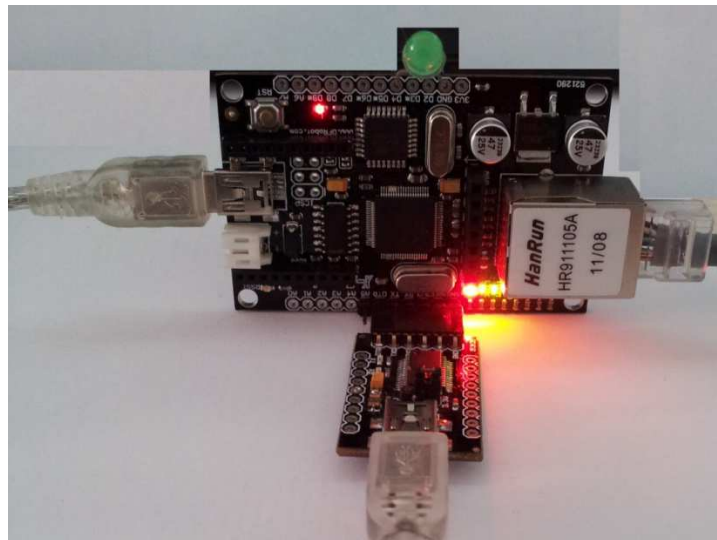

图 1-3: 连接图
2.将连接 PC 端的 FTDI 程序下载器连接在 XBoard 上，并通过 USB 给 XBoard 供电，如图 1-3 所示。